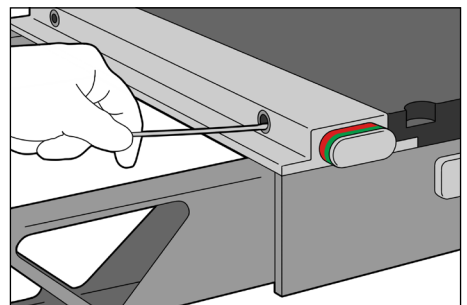

Fig. 3
3. Bruk en tørr bomullspinne til å rengjøre innsiden av mottakshullene. (Fig. 3)
5. Bruk en tørr bomullspinne til å fjerne lo og smuss. (Fig. 3)